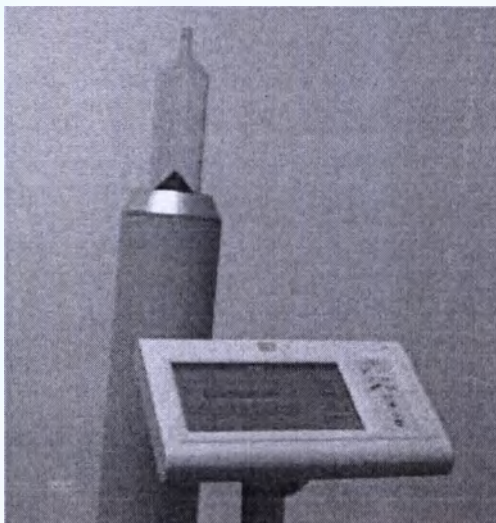

Рисунок 4.7
3. Возьмите нетронутый пакет с новым стерильным шприцем. Выньте шприц, вставьте его в гнездо помпы, надавите на шприц до конца и поверните по часовой стрелке на 90°, чтобы закрепить его в головке помпы. См. Рисунок 4.7.